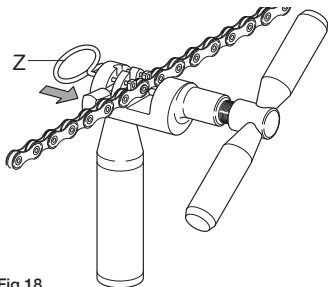

Fig.18
- Bloquear el eslabón mediante el dispositivo de bloqueo correspondiente (Z - Fig. 18).